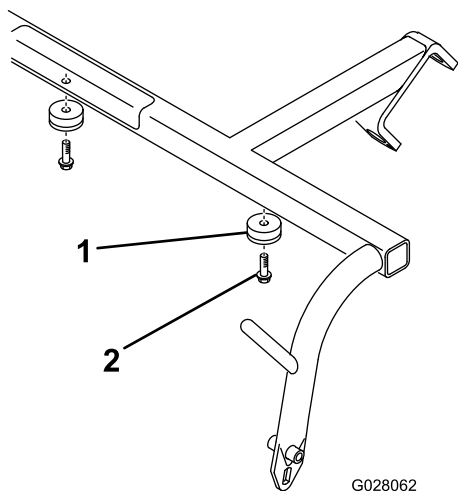

Figura 3
2. Monte los 2 topes cóncavos en la parte inferior del tubo transversal de cada brazo de tiro con 2 tornillos autorroscantes con arandela prensada (Figura 3).
- A. Retire los tornillos (o las tuercas, en su caso) que sujetan el extremo exterior del eje de cada rodillo protector del césped a cada extremo del bastidor de tiro (solamente los extremos exteriores de cada eje); consulte Figura 3.